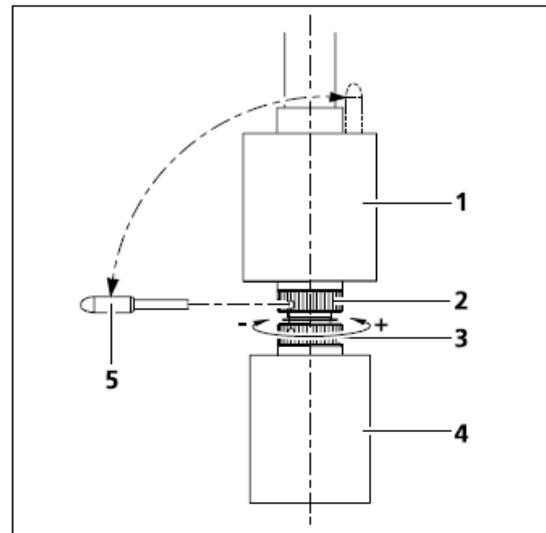

图. 3-11 设置摩擦扭矩
通过上下滑动相应的调节手柄(图 3-11/4 或 1)来调节 X 和 Y 方向的调节手柄的长度.可调范围为 15mm
- | 将 X 轴调节手柄(图 3-11/4)调至最低位置
- | 从 Y 轴的调节手柄(图 3-11/1)上取下调节工具(图 3-11/5)并将其插入下部的螺母调节孔(图 3-11/3)中
- | 握住 X 轴调节手柄(图 3-11/4), 使用调节工具顺时针(减小摩擦力)或逆时针(增大摩擦力)调节螺母, 直至感觉合适为准.(见图 3-11)
- | 将 Y 轴调节手柄(图 3-11/1)调至最高位置
- | 将调节工具(图 3-11/5)插入上部的螺母调节孔(图 3-11/2)中
- | 握住 Y 轴调节手柄(图 3-11/1), 使用调节工具顺时针(减小摩擦力)或逆时针(增大摩擦力)调节螺母, 直至感觉合适为准.
- | 将调节工具中心插入 Y 轴调节手柄中(图 3-11/1)